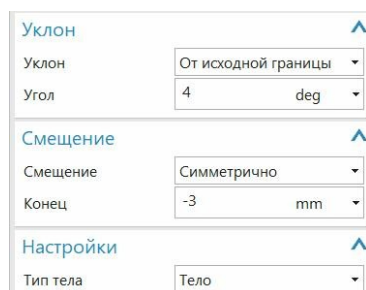
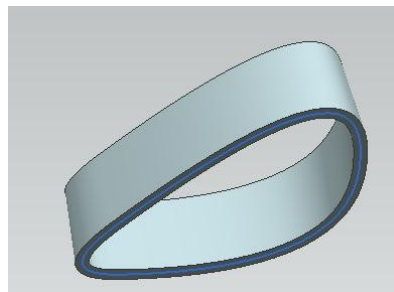

рис.10
рис.11
- Если в данной операции использовать такие инструменты, как «Уклон», «Смещение», «Настройки» (рис.10), то в результате можно получить сложное, замкнутое, клинообразное тело (рис.11).